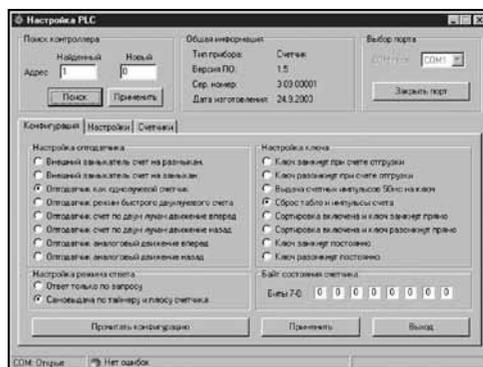

Рисунок 6. Страница “Конфигурация”
7.5 При обнаружении счётчика на экране появляется окно рисунок 6, в котором в секции «Общая информация» указаны «Тип прибора» – счётчик, «Версия ПО», «Серийный номер» и «Дата изготовления».